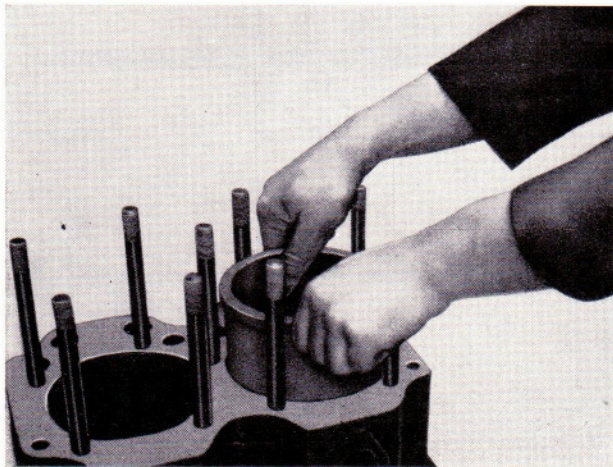

Bild 104
- Zylinderlaufbuchse in die Zylinderblockbohrung einsetzen und fest eindrücken (Bild 104).